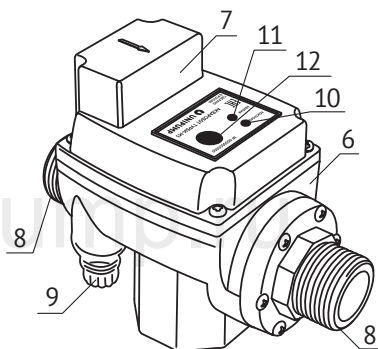

рис. 3
Блок управления ТУРБИ-М3 (рис. 3) состоит из герметичного пластикового корпуса – (6) и верхней крышки с резиновой прокладкой – (7). На корпусе блока управления расположены присоединительные патрубки с наружной резьбой 1" – (8), а также два кабельных ввода – (9). На верхней крышке находятся два сигнальных светодиода, отображающих режимы работы устройства – зеленый КОНТРОЛЬ – (10) и красный АВАРИЯ – (11), а также кнопка сброса аварийного режима – (12). Внутри корпуса установлены датчик потока (ДП), двухпороговый датчик давления (ДД) и электронная печатная плата с микроконтроллером, который задает программу работы устройства. ДП состоит из турбины, вращающейся на оси потоком воды, и геркона. В лопастях турбины симметрично расположены два магнита. Принцип действия устройства заключается в том, что при прохождении через него потока воды со скоростью выше 2 л/мин, начинает вращаться турбина датчика потока. Геркон при сближении с магнитами, расположенными в лопастях турбины, получает импульсы и подает их в микроконтроллер. Микроконтроллер обрабатывает эту информацию, и силовое реле включает насос. При этом насос